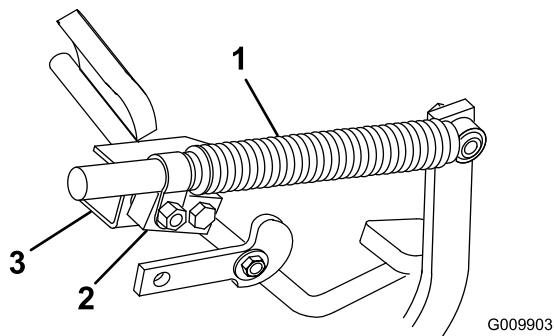

Figura 59
- Afloje la contratuerca que fija el pivote del amortiguador al soporte del amortiguador (Figura 59).